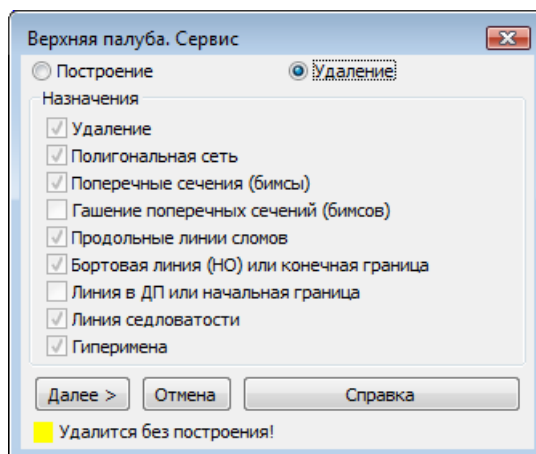

Рисунок 17. Сервисные данные конструкции (режим удаления)
7.8. В режиме **Данные** (выборочный расчет конструкций), после выхода из окна **Верхняя палуба <вр.1>..Общие данные** (см. рис. 12) появляется окно **Верхняя палуба. Сервис** (рисунок 17). Назначение флажков этого окна приводится ниже.